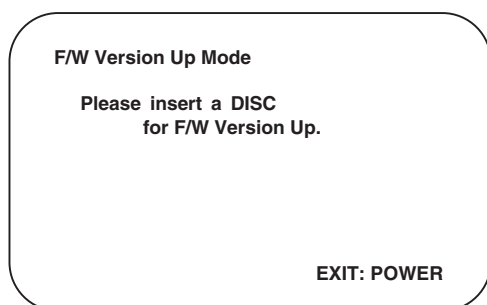

Abb. 3-2-1 Versionsaktualisierungs-Modusbildschirm
2. Um den DVD-Player in den Versions-Update-Modus zu stellen, müssen Sie die [9], [8], [7], [6] und [SEARCH MODE]-Tasten in dieser Reihenfolge auf dem Fernbedienungsgerät drücken. Das Disc-Fach öffnet sich automatisch. Auf dem Bildschirm erscheint Abb. 3-2-1 und auf dem VFD erscheint Abb. 3-2-2. Der DVD-Player kann auch mit geöffnetem Disc-Fach in den Aktualisierungs-Modus gestellt werden. In diesem Fall erscheint auf dem Bildschirm Abb. 3-2-1, während das Disc-Fach geöffnet ist.